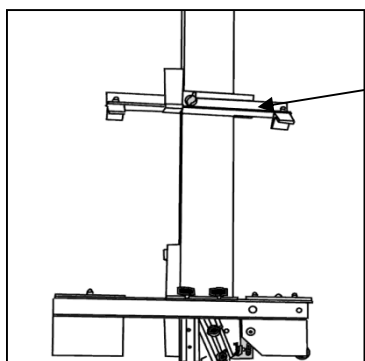

Bild 4
Geländerstütze (1) durch Lösen der Flügelschraube von Parkposition unterhalb der linken Plattenauflage entnehmen und gemäss Abb. 4 an Geräterückseite montieren.